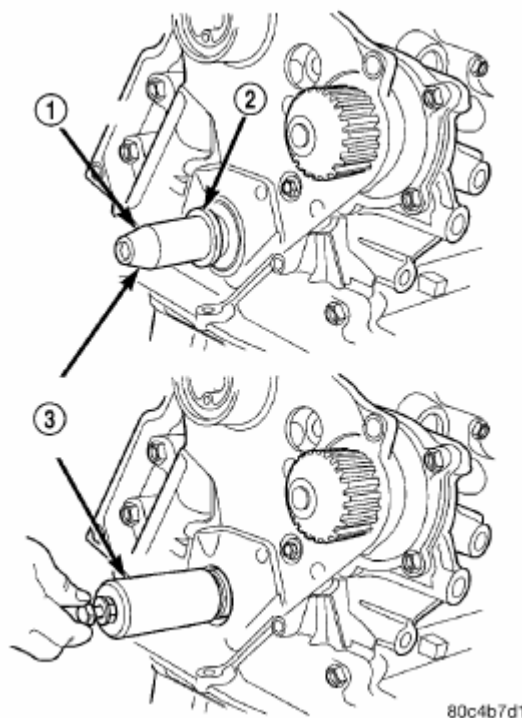

Рис. 95. Переднее уплотнение коленчатого вала – установка.
- (5) Установить новое уплотнение коленчатого вала при помощи спец.приспособления 6780 (Рис. 95).